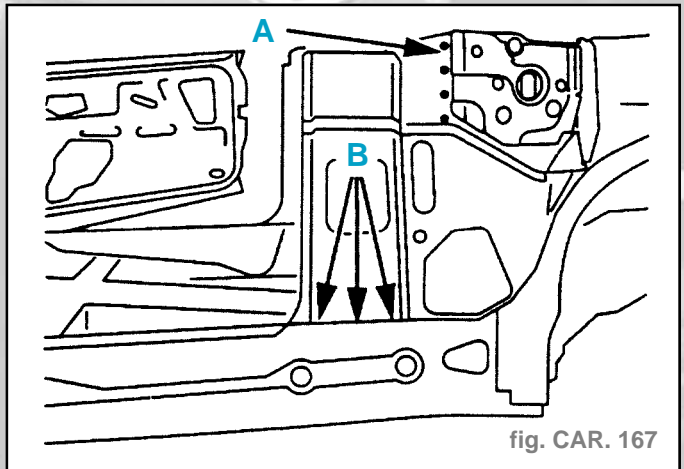

fig. CAR. 167
- Souder par points bouchons au MIG (suivant A) (fig. CAR. 167).